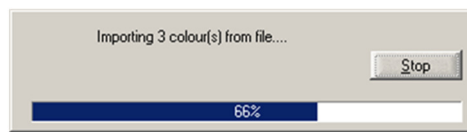

图 6-9 导入数据进度图
- h. 点击“OK”按钮开始复制数据（如图 6-87）。进度条将显示当前数据导入状态（如图 6-9）。当进度条消失时，传输完成。